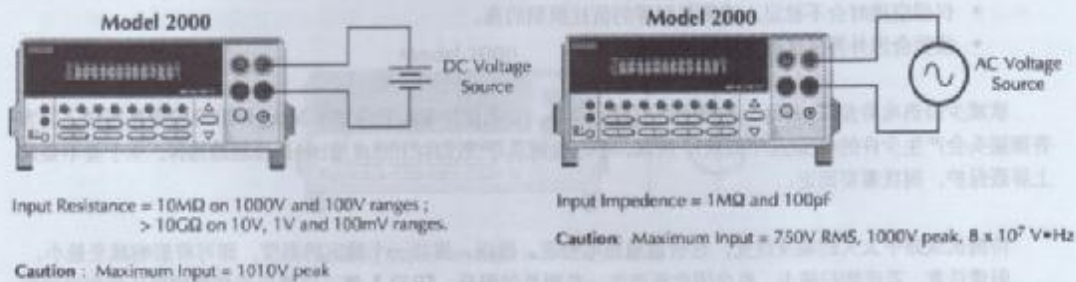

图2—4 直流与交流电压测量
Model 2000 的显示屏会依循着测量项目和单位将读数显示出来。而位于显示屏上、下、左、右四边的特殊符号, 则可以指示各种不同的操作状态, 请参考图 2—1 和 2.2—(5)节的详细介绍。
(4)将测试导线如图2—4连接。